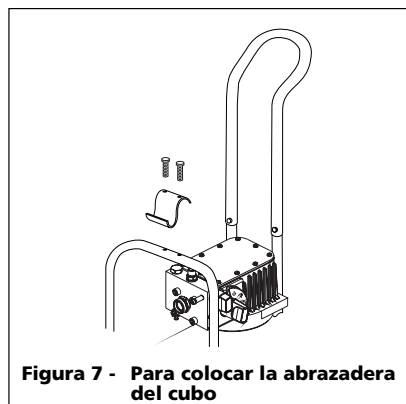

Figura 7 - Para colocar la abrazadera del cubo
10. Alinee los orificios del mango del envase con los de la parte superior de la armazón de la unidad (Vea la Figura 7).